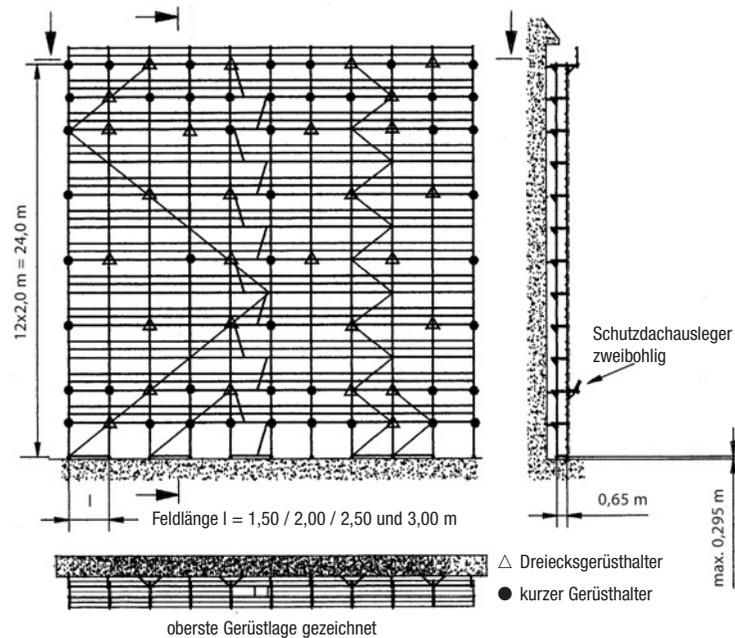

Bild 18
**Hinweis:** a) weiterer Aufbau wie in Bild 18 dargestellt und auf Seite 29 beschrieben